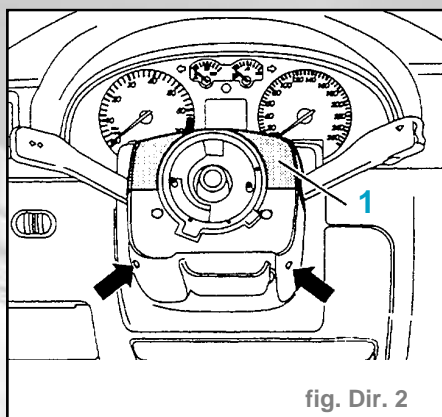

fig. Dir. 2
- Dévisser les deux vis à empreinte cruciforme (flèches) (fig. Dir. 2).